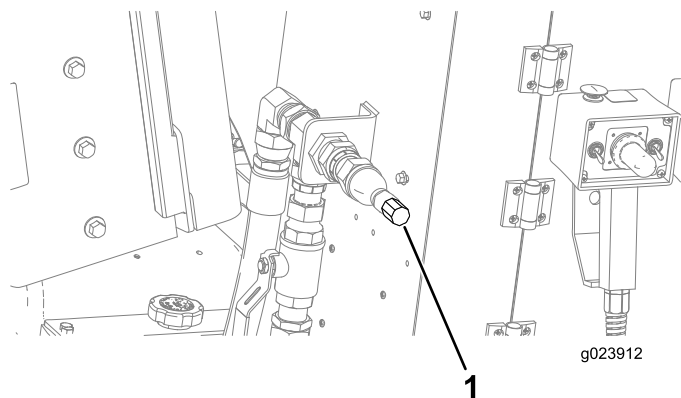

Figura 166
5. Conecte la manguera de pulverización al acoplamiento (Figura 166).